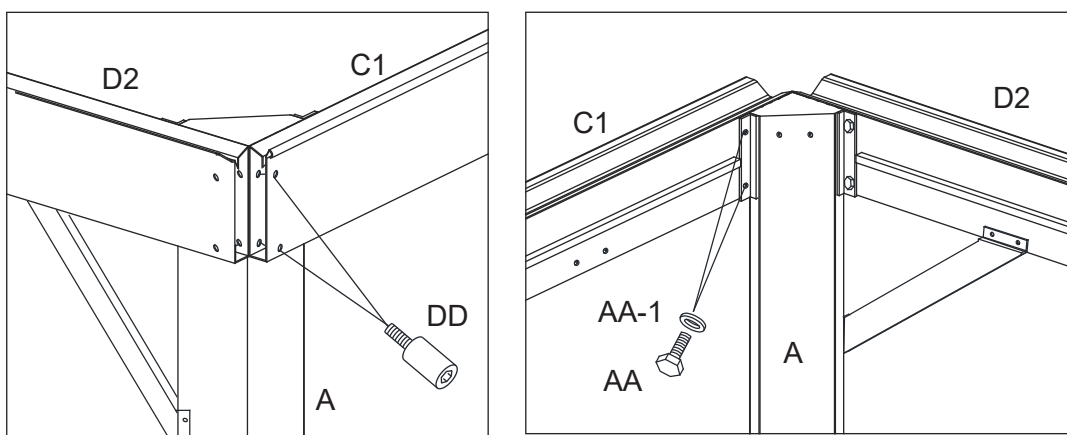
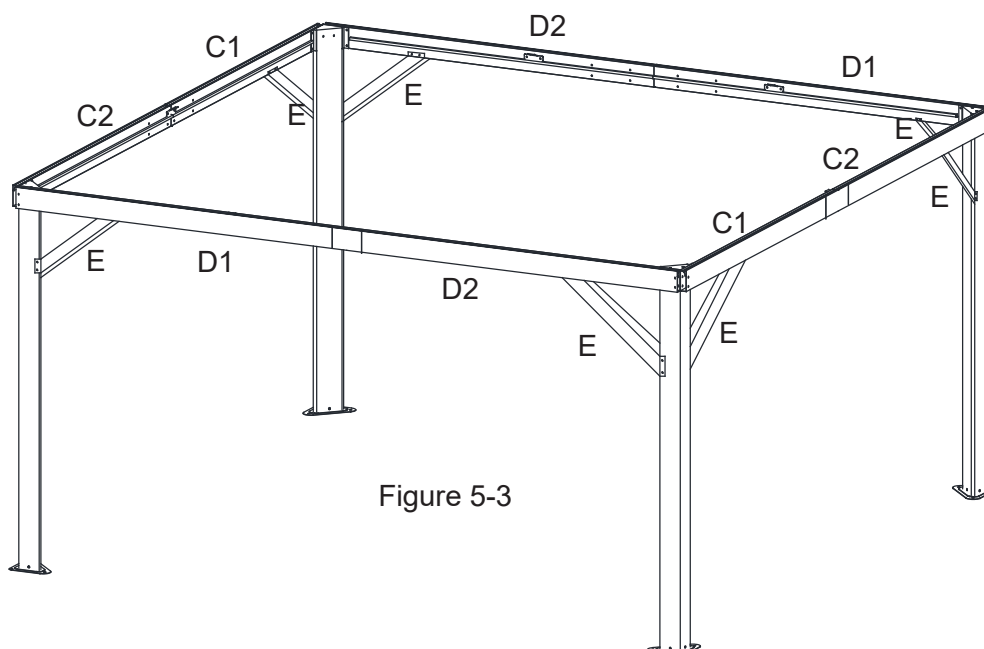

Figure 5-1
Figure 5-3
5.1. Fixer le linteau court (C1 et C2) aux poteaux d'angle (A) d'abord avec les boulons (AA) et les rondelles (AA-1), puis avec les boulons (DD). Serrez les boulons. Répétez l'opération pour les linteaux courts du côté opposé (C1 et C2). Serrez tous les boulons. Voir la figure 5-1 et la figure 5-3.
5.3. Répéter l'opération pour tous les poteaux d'angle et les linteaux. Serrez tous les boulons. Voir la figure 5-3.